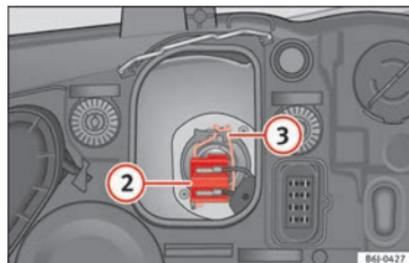

Fig. 185 Feux de croisement.
- Retirez le connecteur »» fig. 185 **2** de l'ampoule.
» fig. 185 ③ en le pressant vers l'intérieur et vers la droite.